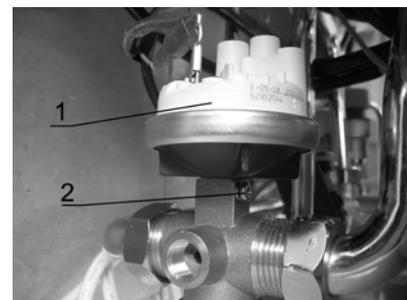

Рис. 11
- ✓ отсоединить провода от датчика давления контура отопления 1 (рис.11);